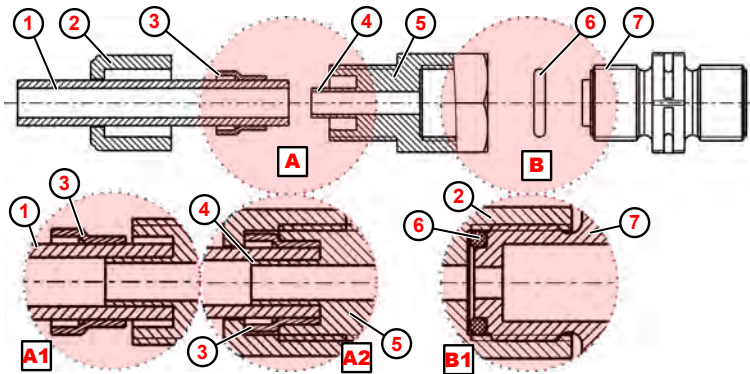

Fig. 17 : Raccord de conduit et flexible avec douille d'appui intégrée
1. ➤ Placer le joint torique (Fig. 17 , ⑥) dans la rainure de la soupape d'aspiration ou de refoulement ⑦ .
2. ➤ Serrer le raccord à visser ⑤ (détail B1).
3. ➤ Couper droit le flexible ① .
4. ➤ Enfiler l'écrou-raccord ② sur le flexible ① .
5. ➤ Enfiler l'anneau de serrage ③ sur le flexible ① .
6. ➤ Pousser le flexible ① jusqu'en butée sur la douille d'appui ④ (détail : A1).
7. ➤ Serrer le raccord à visser ⑤ (détail A2).